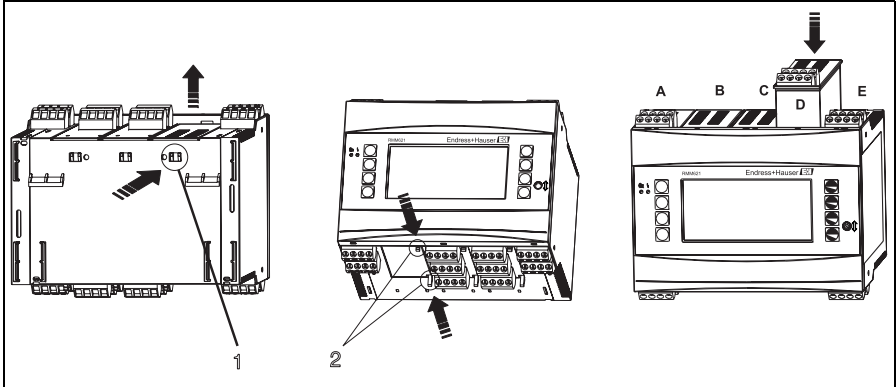

Abb. 4: Einbau einer Erweiterungskarte (beispielhaft)
Sie können das Gerät mit unterschiedlichen Erweiterungskarten bestücken. Es stehen hierzu maximal drei Steckplätze im Gerät zur Verfügung. Die Steckplätze für die Erweiterungskarten sind am Gerät mit B, C und D (s. Abb. 4) bezeichnet.
2. Entfernen Sie die Blindabdeckung aus dem betreffenden Steckplatz (B, C oder D) des Grundgerätes, indem Sie die Rastnasen auf der Unterseite des Gerätes zusammendrücken (s. Abb. 4, Pos. 2), gleichzeitig die Rastnase auf der Gehäuserückseite (z. B. mit einem Schraubendreher) nach innen drücken (s. Abb. 4, Pos. 1) und die Blindabdeckung nach oben aus dem Grundgerät herausziehen.
3. Stecken Sie die Erweiterungskarte von oben in das Grundgerät ein. Erst wenn die Rastnasen auf der Unter- und der Rückseite des Gerätes einrasten (s. Abb. 4, Pos. 1 und 2), ist die Erweiterungskarte korrekt eingebaut. Achten Sie darauf, dass die Eingangsklemmen der Erweiterungskarte oben sind und die Anschlussklemmen analog zum Grundgerät nach vorne zeigen.